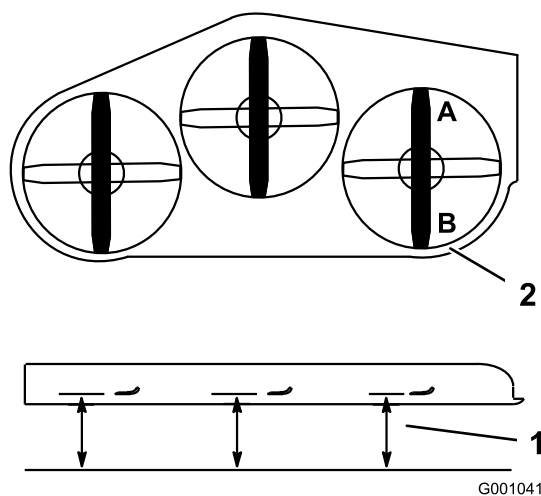

Figura 82
2. Posicione uma lâmina da parte dianteira para a traseira. Meça nas localizações **A** e **B** desde uma superfície nivelada até à aresta de corte das pontas das lâminas (Figura 82).